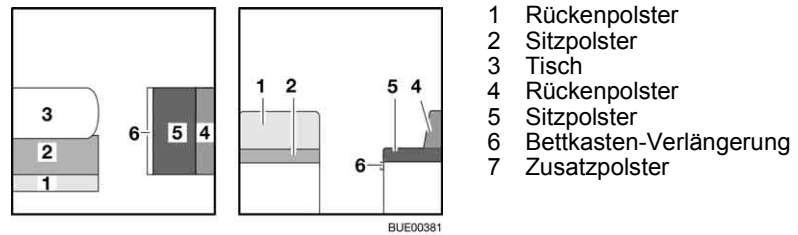

Bild 120 Vor dem Umbau
- Tisch (Bild 120,3) zum Bettunterbau umbauen (siehe Abschnitt 6.11).
- Das Rückenpolster (Bild 120,1) beiseite legen.